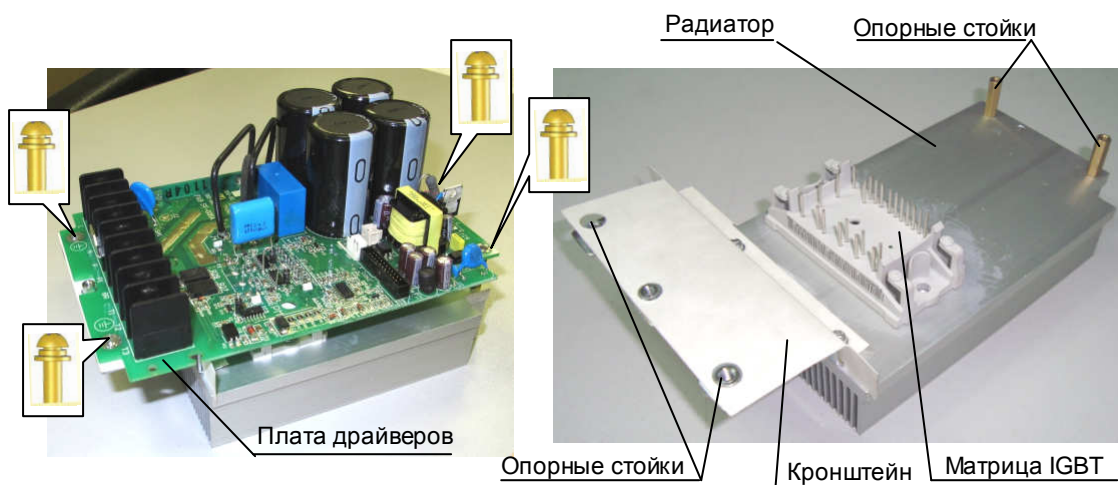

Рис.7.6.
7.2.2. Установить плату драйверов, совместив отверстия платы с выводами матрицы IGBT, резьбовыми отверстиями опорных стоек, установленных на радиаторе и опорных стоек на кронштейне. Закрепить плату драйверов винтами (рис.7.6).